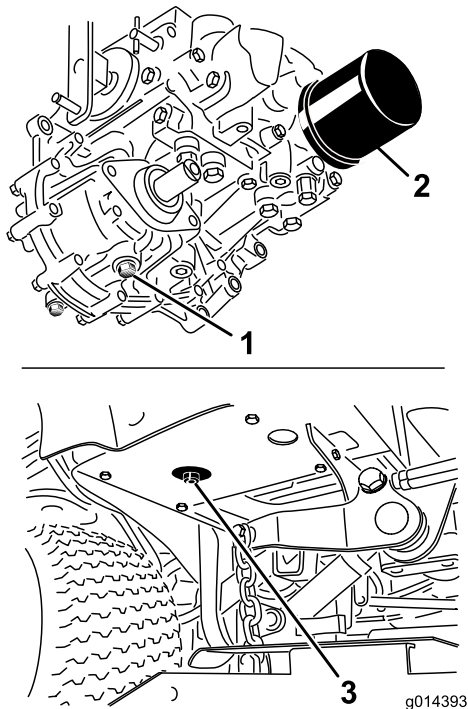

Figura 52
3. Coloque un recipiente grande debajo del depósito de fluido hidráulico y el alojamiento de la transmisión y retire los tapones; deje que se vacíe todo el fluido hidráulico (Figura 52).
4. Limpie la zona alrededor del filtro de fluido hidráulico y retire el filtro (Figura 52).